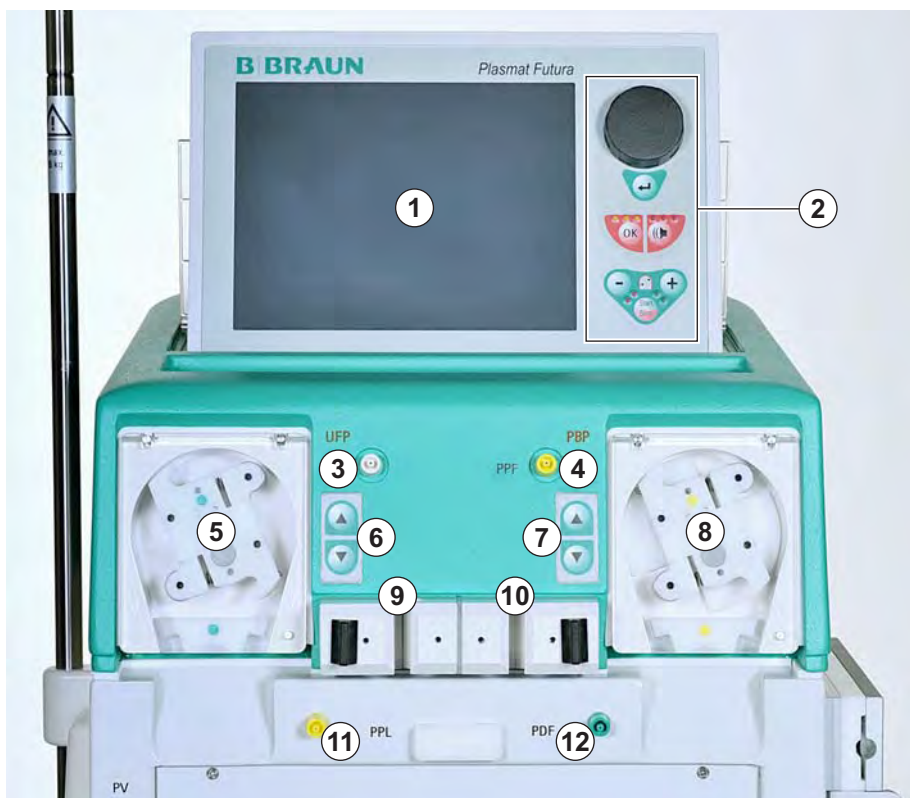
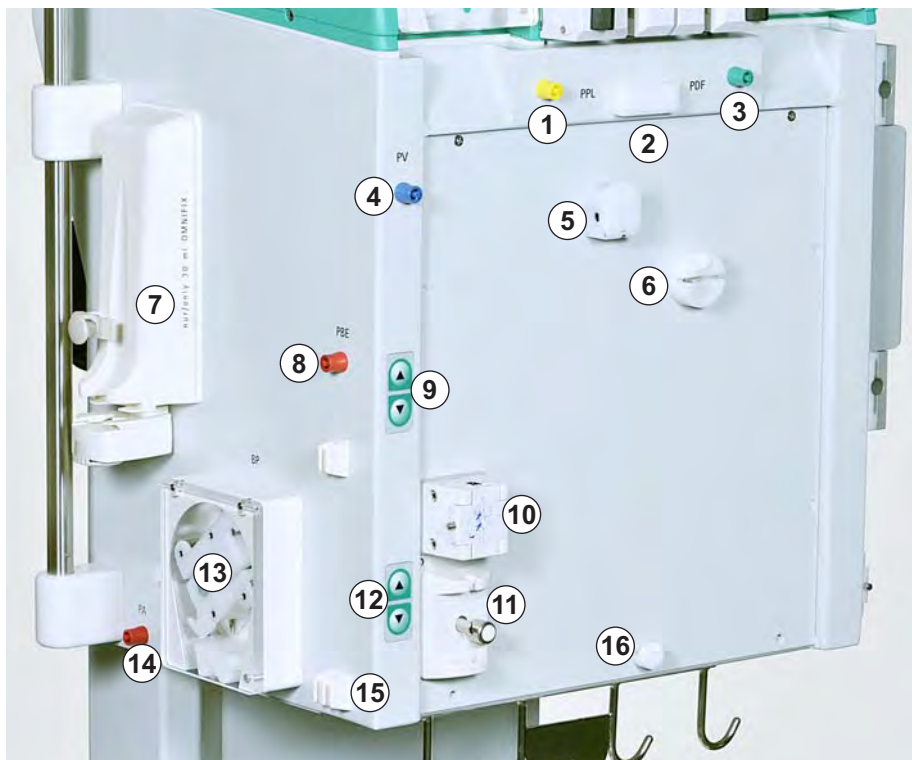

Рис. 2-4 Верхний модуль
Рис. 2-5 Центральный модуль, вид спереди-слева
Кнопки регулирования уровня расположены в передней части верхнего модуля (см. Рис. 2-4 Верхний модуль (29)) в передней части центрального модуля (см. Рис. 2-5 Центральный модуль, вид спереди-слева (30)).